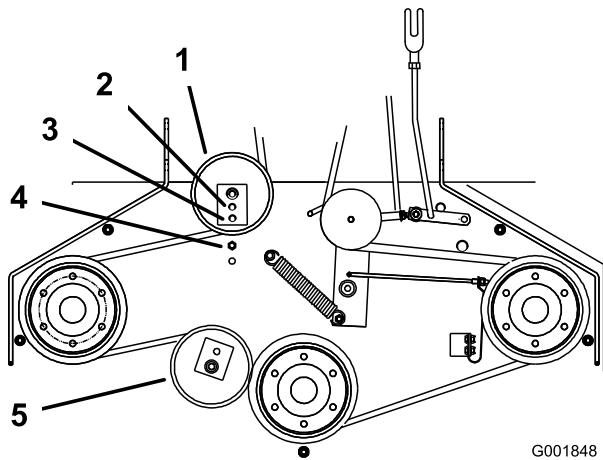

Figura 45
- Se non vi è più spazio per regolare ulteriormente il tornichetto e la cinghia è ancora lenta, occorre spostare la puleggia tendicinghia sul foro centrale o anteriore (Figura 45). Usate il foro che consente di ottenere la regolazione corretta.
- Quando si sposta la puleggia tendicinghia occorre spostare anche il guidacinghia. Spostate il guidacinghia nella posizione anteriore (Figura 45).